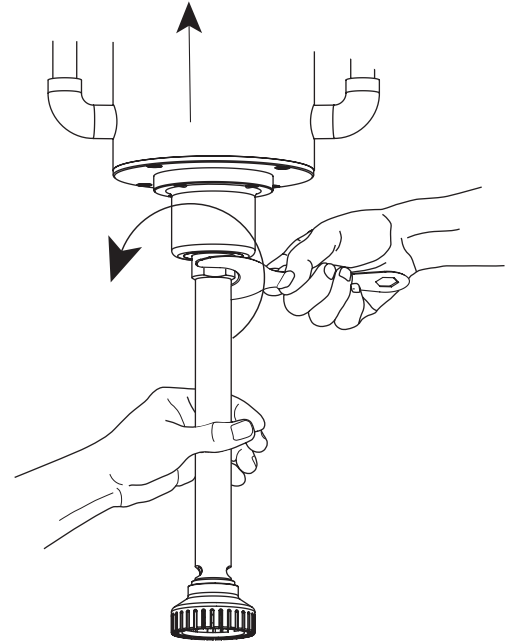

Abbildung 13
- Rührstab anschließend abschrauben und entfernen. (Abb. 13)